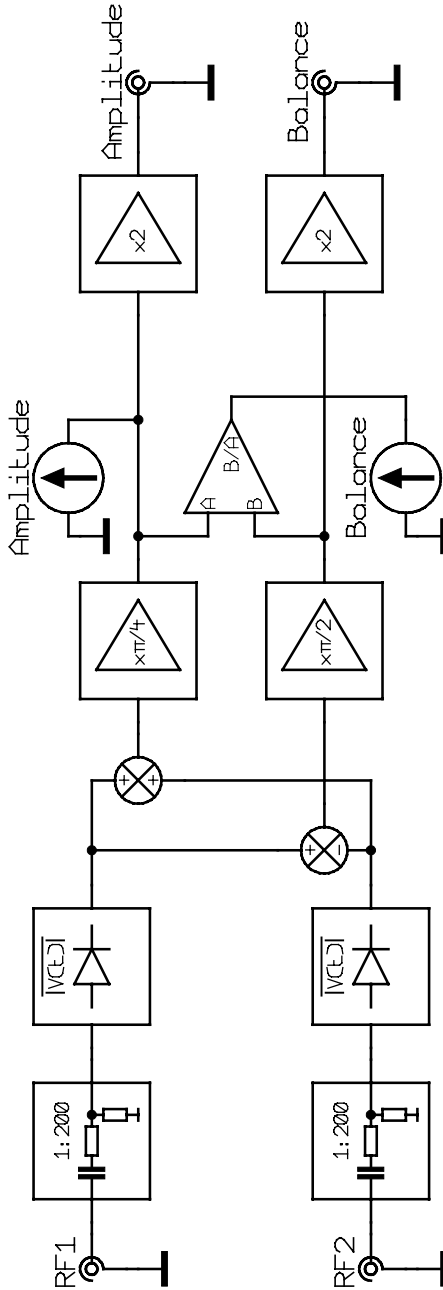

Abb. 3. Blockschialtung des Moduls zur Messung der Amplitude und der Symmetrie (HV Monitor).
Das Modul dient der Präzisionsmessung der Amplitude der RF-Ausgangsspannung und ihrer Symmetrie. Seine Blockschaltung ist in Abb. 3 dargestellt. Das Modul enthält zwei identische Abschwächer und Präzisionsgleichrichter, die aus den Ausgangsspannungen V_{RF1} und V_{RF2} an den Buchsen *RF1* und *RF2* Gleichspannungen erzeugen, die zu den Amplituden der Spannungen V_{RF1} und V_{RF2} proportional sind. Die Abschwächer wirken ebenfalls als Hochpassfilter, so dass die Messung von den DC-Offsetspannungen V_{DC1} und V_{DC2} nicht beeinflusst wird. Die Gleichrichter bilden Mittelwerte der Beträge ihrer Eingangsspannungen. Für sinusförmige Signale bedeutet dies (vgl. mit (1) und (2) auf Seite 5):